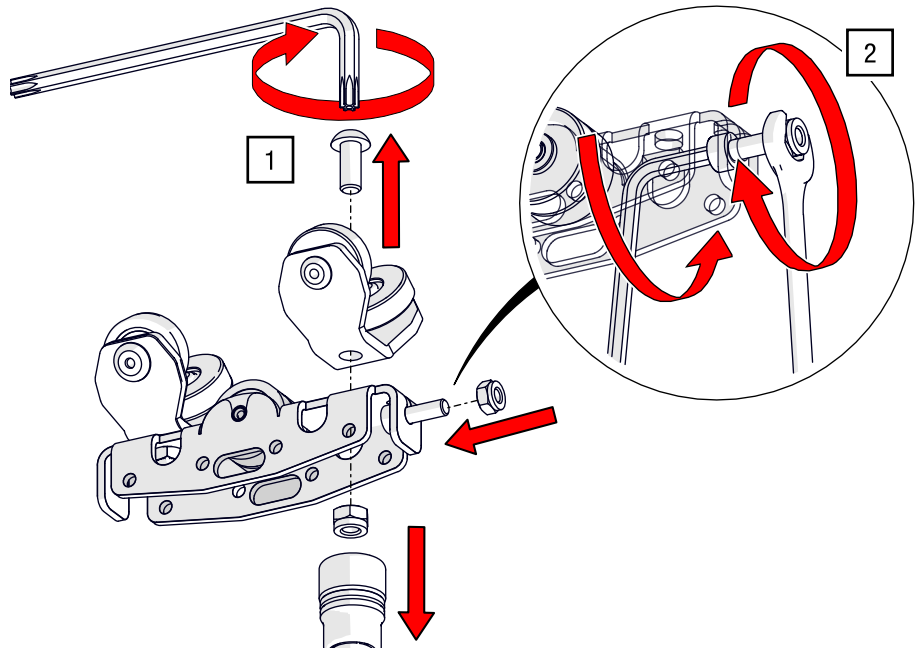

Abb. 56: Zugwagen OFFICE – Montage von Schraube für Magnetkopplung
1. Lösen Sie die Verschraubung der vorderen Radaufnahme mit einem Sechskant-Steckschlüssel SW 8 und TORX®-Schlüssel T25 (siehe Abb. 56).
2. Entfernen Sie den Gummipuffer, ziehen Sie die Schraube der Magnetgegenplatte und Sechskantmutter mit einem Gabelschlüssel SW 4 und einem ISK SW 3 mit 3 Nm an (siehe Abb. 56).